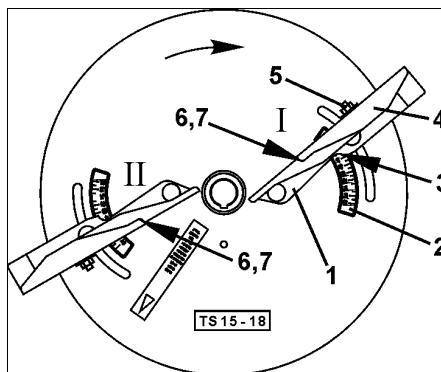

Fig. 50
- Still avlesekannten (Fig. 50/7) til vingen «I» på bokstaven «**B**» og skru fast den ytre vingedelen. Drei vingen «I» til tallverdien «**51**» og skru den fast
- Still avlesekannten (Fig. 50/7) til vingen «II» på bokstaven «**E**» og skru fast den ytre vingedelen. Drei vingen «II» til tallverdien «**42**» og skru den fast.